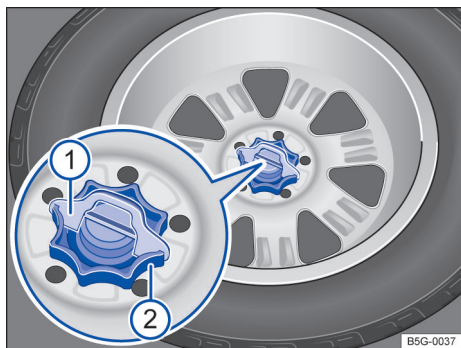

Fig. 236 No compartimento de bagagem: manípulo para fixação da roda sobressalente.
- Remover o calço de proteção contra giro → Fig. 236 ①, puxando-o para cima.
- Girar totalmente o manípulo localizado no meio da roda sobressalente ② no sentido anti-horário e remover a roda sobressalente.